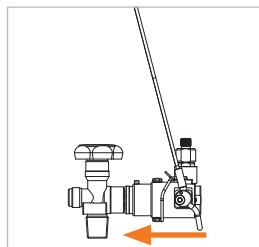

Figure 9
- ▶ Insérer le connecteur droit et sans forcer jusqu'au contact hermétique net sur la vanne de la bouteille (*Figure 9*). Le joint frontal est ainsi préservé des dommages causés par d'éventuels bords saillants de la vanne de la bouteille et le bon raccordement est garanti.